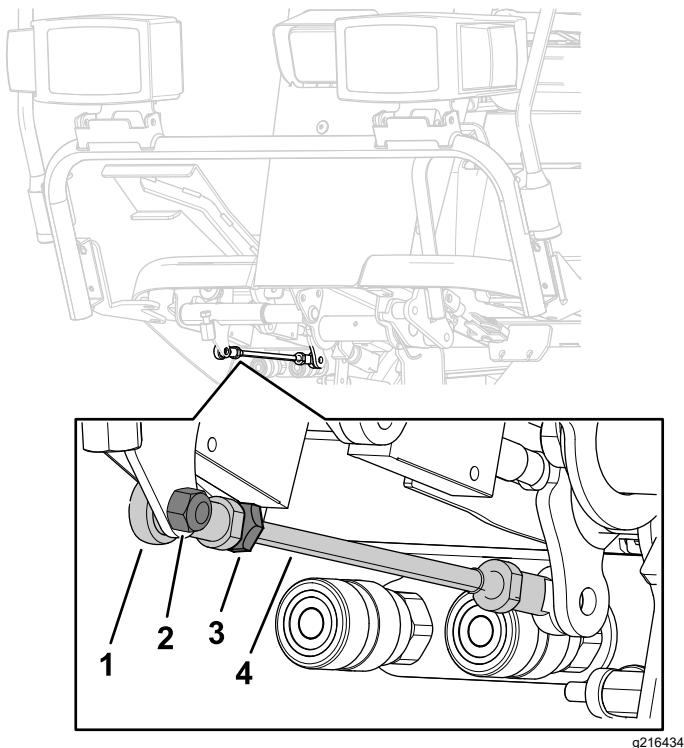

Figura 97
Si es necesario hacer un ajuste mayor, ajuste la varilla de tracción (**Figura 97**) de la manera siguiente:
5. Afloje la contratuerca que fija el extremo de la varilla a la varilla de tracción (**Figura 97**).
7. Apriete la contratuerca (**Figura 97**) y fije la rótula al pedal de tracción con el perno y la tuerca que se retiraron anteriormente, para fijar el ángulo del pedal.